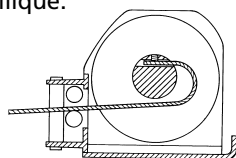

Figure 19
**Remplacez toujours le câble endommagé avec une pièce de rechange identique du fabricant d'origine (voir la liste de pièces).** Faites passer l'extrémité de fixation du câble par le guide-câble (s'il y en a) et attachez-la au tambour. Lorsque vous introduisez le câble dans le tambour, introduisez-le du bon côté de l'orifice fourni (Fig. 19). Serrez à fond la vis de serrage.